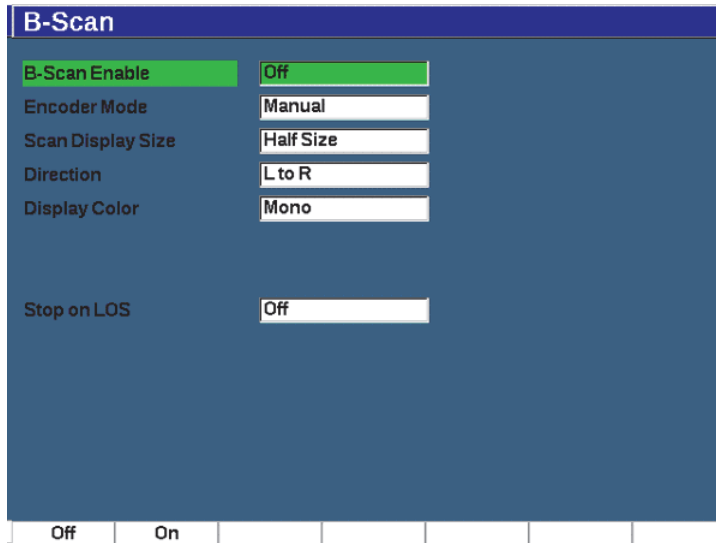

Figura 11-45 Página de configuración B-scan
3. En la página de configuración **B-Scan** determine el valor de cada campo (vea la Figura 11-45 en la página 332).